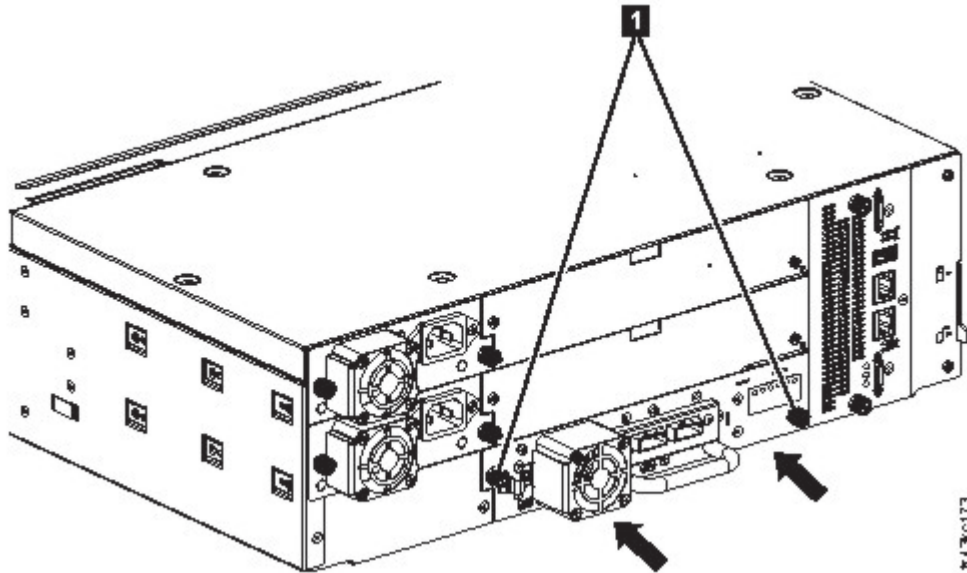

図 60. テープ・ドライブの取り付け
3. テープ・ドライブが固定されるまで、拘束つまみねじ (136 ページの図 60 の **1**) を指で締めます。